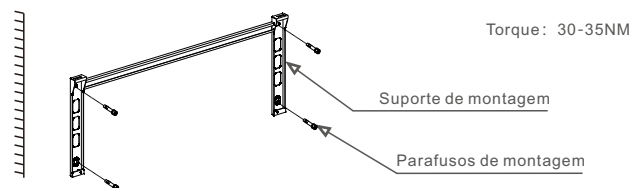

Figura 3.9 Montagem do inversor na parede
1. Consulte a Figura 3.9 e faça os furos para os parafusos de montagem com base no diâmetro do furo do suporte usando uma furadeira de precisão, mantendo a broca perpendicular à parede.
2. Verifique se o suporte está na horizontal e se os orifícios de montagem (na Figura 3.9) estão marcados corretamente. Faça os furos na parede em suas marcas.